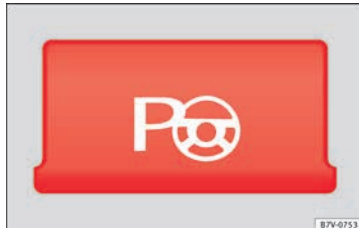

Abb. 213 Detail der Mittelkonsole: Taste zum manuellen Einschalten des Parklenkassistenten.
- **Beim Längsparken:** Taste  bei einer Geschwindigkeit bis zu 50 km/h (31 mph) **einmal** drücken. In der Taste leuchtet eine Kontrollleuchte, wenn die Funktion eingeschaltet ist »» **Abb. 213**.
• **Beim Querparken:** Taste  bei einer Geschwindigkeit bis 50 km/h (31 mph) **zweimal** drücken. In der Taste leuchtet eine Kontrollleuchte, wenn die Funktion eingeschaltet ist **»» Abb. 213.**
- Taste  wird gedrückt. In der Taste leuchtet eine Kontrollleuchte, wenn die Funktion eingeschaltet ist »» **Abb. 213.**